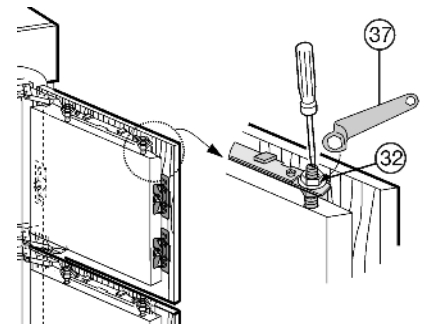

Fig. 25
- ▶ Затяните контргайки Fig. 25 (32) кольцевым гаечным ключом Fig. 25 (37), при этом регулировочные болты Fig. 25 (33) удерживайте от проворачивания отверткой.